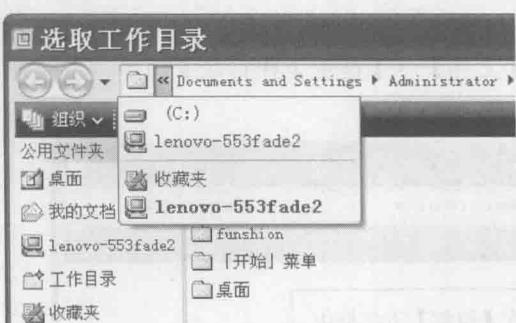

图 1-4 下拉项目
- (3) 单击【选取工作目录】对话框中的 Documents and Settings 前的符号 «, 系统弹出下拉项目, 如图 1-4 所示。